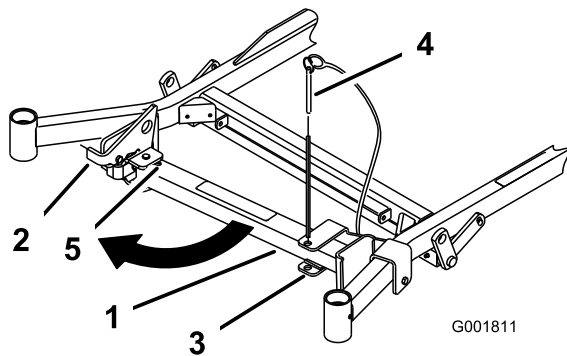
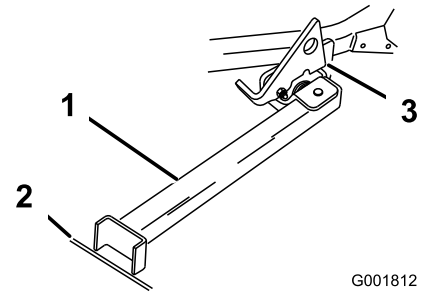

Figura 27
Figura 28
2. Togliete il perno dalla staffa (Figura 27).
3. Alzate il dispositivo di chiusura. Portate il piede del supporto sul davanti e spostate il supporto verso la macchina, nell'intaglio inferiore (Figura 27 e Figura 28).
4. Mettete a terra il piede del supporto ed appoggiate il dispositivo di chiusura sull'aletta orientabile (Figura 28).
Nota: Per ottenere risultati ottimali, appoggiate il piede del supporto nelle fessure del marciapiede o nel tappeto erboso (Figura 28).
6. Guidate sul supporto. Fermatevi quando il dispositivo di chiusura cade sull'aletta e si chiude (Figura 28). Una volta sul supporto, innestate il freno di stazionamento e spegnete il motore.
5. Riportate il supporto in posizione di riposo (Figura 27).